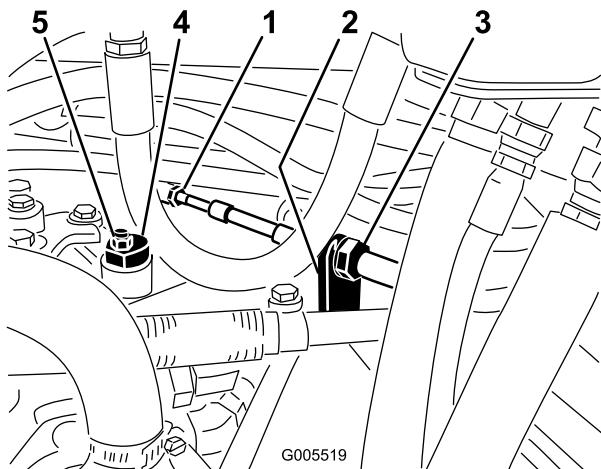

図 51
- 走行ケーブルを油圧トランスミッションのバルクヘッドに取り付けているジャムナット（図 51）を両方ともゆるめる。ジャムナットは調整ができるよう十分に、また均等にゆるめること。
注 偏芯ナットをトランスミッション上部に止めているナット（図 51）をゆるめる。
- どちらにも車輪が回らないように偏芯ナットを回して調整する。調整ができたら固定ナットを締める（図 51）。スロットル SLOW および FAST 位置で調整が正しいことを確認する。
を固定する（図 51）。ケーブルをねじらないように注意すること。